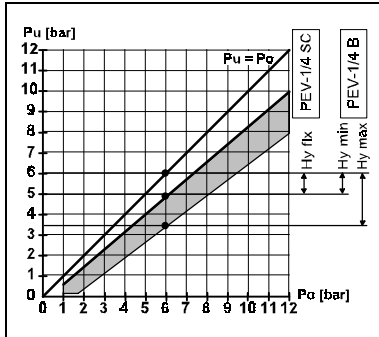

Fig. 16/Bild 16
6. Applicare al PEV-... la pressione di commutazione inferiore **Pu** (pressione di commutazione superiore **Po** meno l'isteresi desiderata **Hy** [vedere schema della fig. 16]).
6. Mata PEV-... med det nedre omkopplingstrycket **Pu** (det  vre omkopplingstrycket **Po** minus  nskad hysteres **Hy** [se diagrammet i bild 16]).